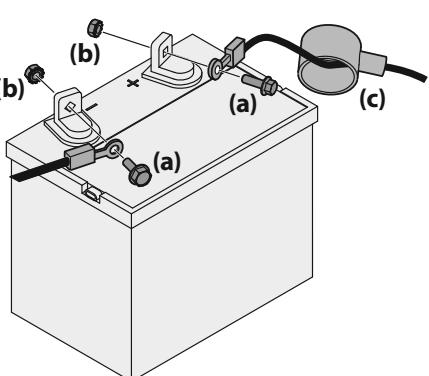

Figure 14
2. Retirez le protecteur en plastique, le cas échéant, de la borne négative de la batterie et fixez le câble noir à la borne négative (-) avec un boulon (a) et un écrou (b). Voir Figure 14.
3. Replacez le capuchon rouge en caoutchouc (c) sur la borne positive (+) de la batterie pour la protéger contre la corrosion. Voir Figure 14.